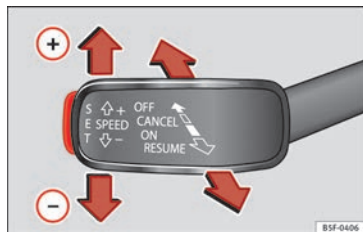

Bild 48 Till vänster om rattstängan: Tredje spaken för användning av farthållarsystemet
- Slå på farthållaren: flytta den tredje spaken till **ON** » **bild 48**. Systemet slås på men det kontrollerar inte hastigheten eftersom ingen hastighet har programmerats in.
- Aktivering av farthållaren: Tryck på **SET** » **bild 48**-knappen. Den memorerar och bibehåller den aktuella hastigheten.
- Stänga av farthållarsystemet tillfälligt: flytta spaken till **CANCEL** » **bild 48** och släpp den eller tryck ner bromspedalen. Farthållarsystemet stängs av tillfälligt.
- Omaktivera farthållaren: Flytta spaken till **RESUME** » **bild 48** och släpp den. Den memoriserade hastigheten sparas och kontrolleras igen.
- Stänga av farthållarsystemet tillfälligt: Flytta den tredje spaken till läge **OFF** » **bild 48**. Systemet kopplas från och den memorerade hastigheten raderas.